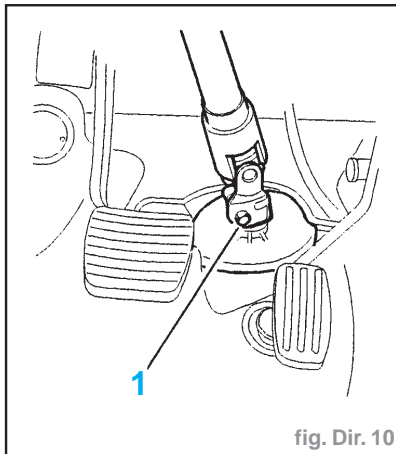

fig. Dir. 10
- Déposer la vis (1) (fig. Dir. 10).